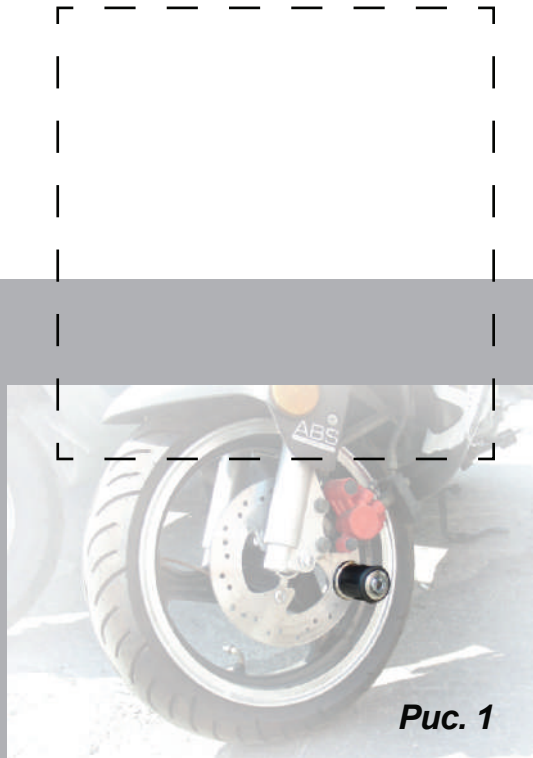

Рис. 1
2.2. Предпочтительное место расположения «Гарант Мото» при блокировании колеса — на тормозном диске чуть ниже тормозного суппорта транспортного средства по ходу вращения колеса против часовой стрелки. См. Рис. 1.